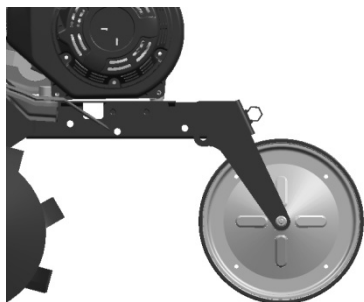

Figura 15
- 1) Regolare la ruota ausiliaria della motozappatrice nella posizione mostrata in figura 15 quando si viaggia su strada